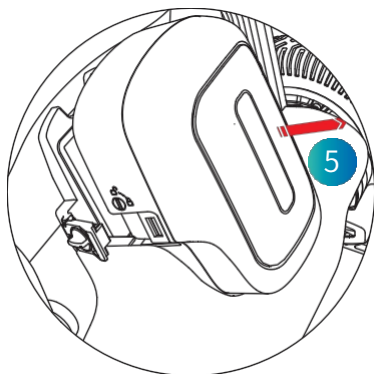

Figura 4.6.1.3
(3) Nella fase 3, rimuovere la batteria nella direzione indicata nella figura. (Come mostrato nella Figura 4.6.1.3)